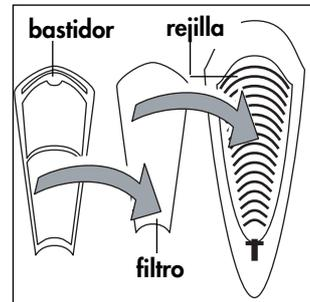

Fig. 16
- 1) Coloque el filtro con el lado más oscuro mirando hacia la rejilla de plástico y, sucesivamente, el bastidor. (fig. 16).